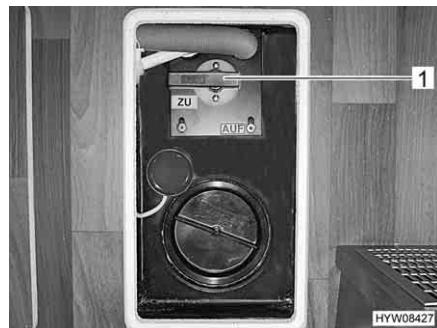

Fig. 93 Leva di comando del serbatoio delle acque grigie
Ubicazione A seconda del modello, l'ubicazione della leva di comando (Fig. 93,1) per lo scarico per le acque grigie può variare.
- Aprire il rubinetto di scarico. A questo scopo ruotare la leva di comando (Fig. 93,1) del rubinetto di scarico di un quarto di giro. La leva di comando è posizionata verticalmente oppure nel senso della lunghezza rispetto al tubo di scarico. Le acque grigie fuoriescono.
- Dopo il deflusso completo delle acque grigie, richiudere il rubinetto di scarico. A questo scopo ruotare la leva di comando (Fig. 93,1) del rubinetto di scarico di un quarto di giro. La leva di comando è posizionata orizzontalmente oppure trasversalmente rispetto al tubo di scarico.